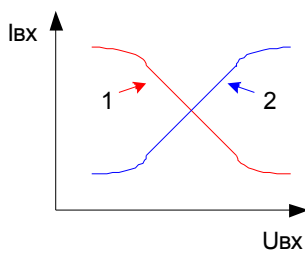

Рис. 176
- Входные характеристики (смотрите рисунок 176) – это зависимость входного тока $I_{вх}$ ИМС от величины входного напряжения. $I_{вх} = f(U_{вх})$.